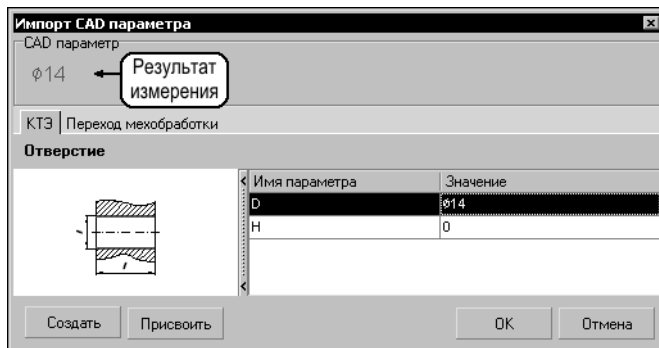

Рис. 5.11. Результат измерения из 3D-модели
- Результат измерения будет указан синим цветом в открывшемся окне **Импорт CAD параметра** (рис. 5.11). Результат можно импортировать в существующий параметр или создать новый. Если параметр уже существует — установите курсор на этот параметр и нажмите кнопку **Присвоить**. Если требуется создать новый параметр, нажмите кнопку **Создать**.